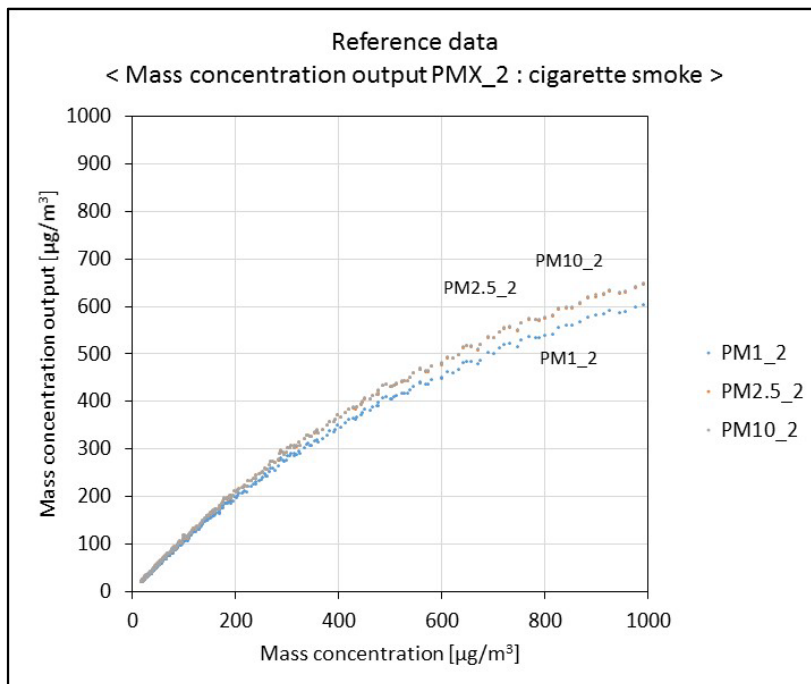

Fig. 17. 質量濃度出力 : たばこ煙 (Mass concentration output : cigarette smoke)
- 横軸の質量濃度 [ $\mu\text{g}/\text{m}^3$ ] の測定には、TSI社製 DustTrak™ II \_model8530を基準計測器として使用。Fig. 17のたばこ煙の測定に関しては、基準器の出力に調整係数：0.38を掛けています。
- To measure the mass concentration [ $\mu\text{g}/\text{m}^3$ ] on the horizontal axis, TSI DustTrak™ II \_model8530 is used as a reference measuring instrument. For the measurement of cigarette smoke in Fig.17, the output of the reference instrument is multiplied by an adjustment factor of 0.38.